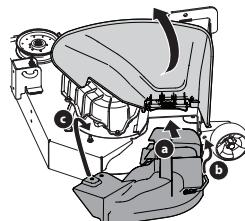

Figure 5
- Relevez le déflecteur d'éjection pour installer le bouchon de déchiquetage. Voir Figure 5 pour l'installation sur les deux types de plateaux.